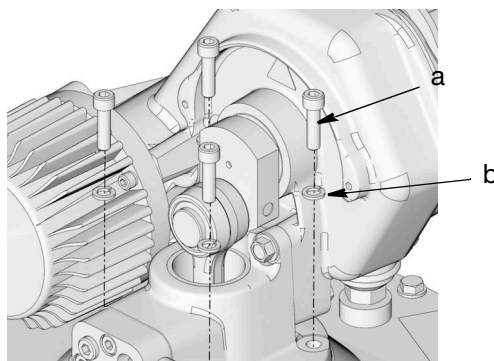

Рис. 50
26. Совместите отверстия в основании насоса с отверстиями в крышке бака / резервуара. Надежно прикрепите насос к крышке бака / резервуара с помощью болтов (a) и шайб (b) (Рис. 50).